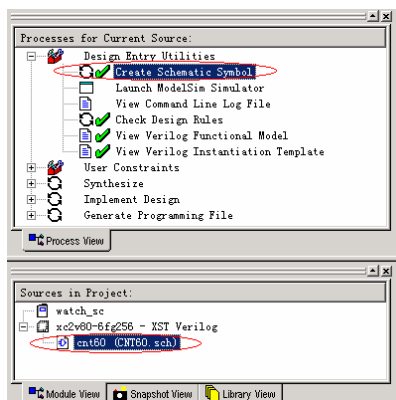

图9-12 生成用户模块符号
9. 在 Project Navigator 的资源管理窗选中“cnt60”原理图资源，展开当前资源操作窗的“Design Entry Utilities”项目，双击【Create Schematic Symbol】命令生成“cnt60”的模块符号作为顶层原理图的用户模块符号，如图 9-12 所示。